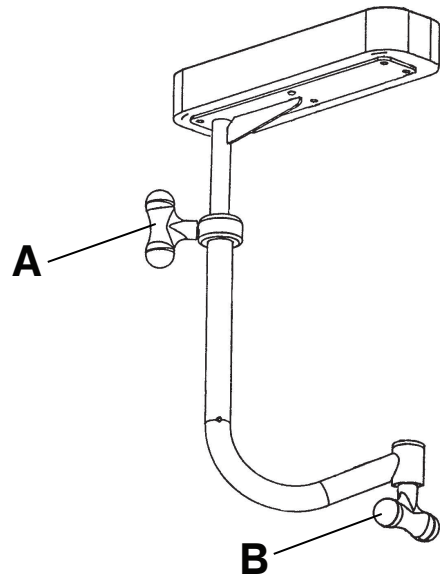

Figura 3 – Regolazione del poggipolso (facoltativa)
1. Ruotare la manopola (A) in senso antiorario (Figura 3).
3. Ruotare la manopola (A) in senso orario finché il poggiatesta è fissato saldamente.
1. Ruotare la manopola (B) in senso antiorario (Figura 3).
3. Ruotare la manopola (B) in senso orario finché il poggipolso è fissato saldamente.